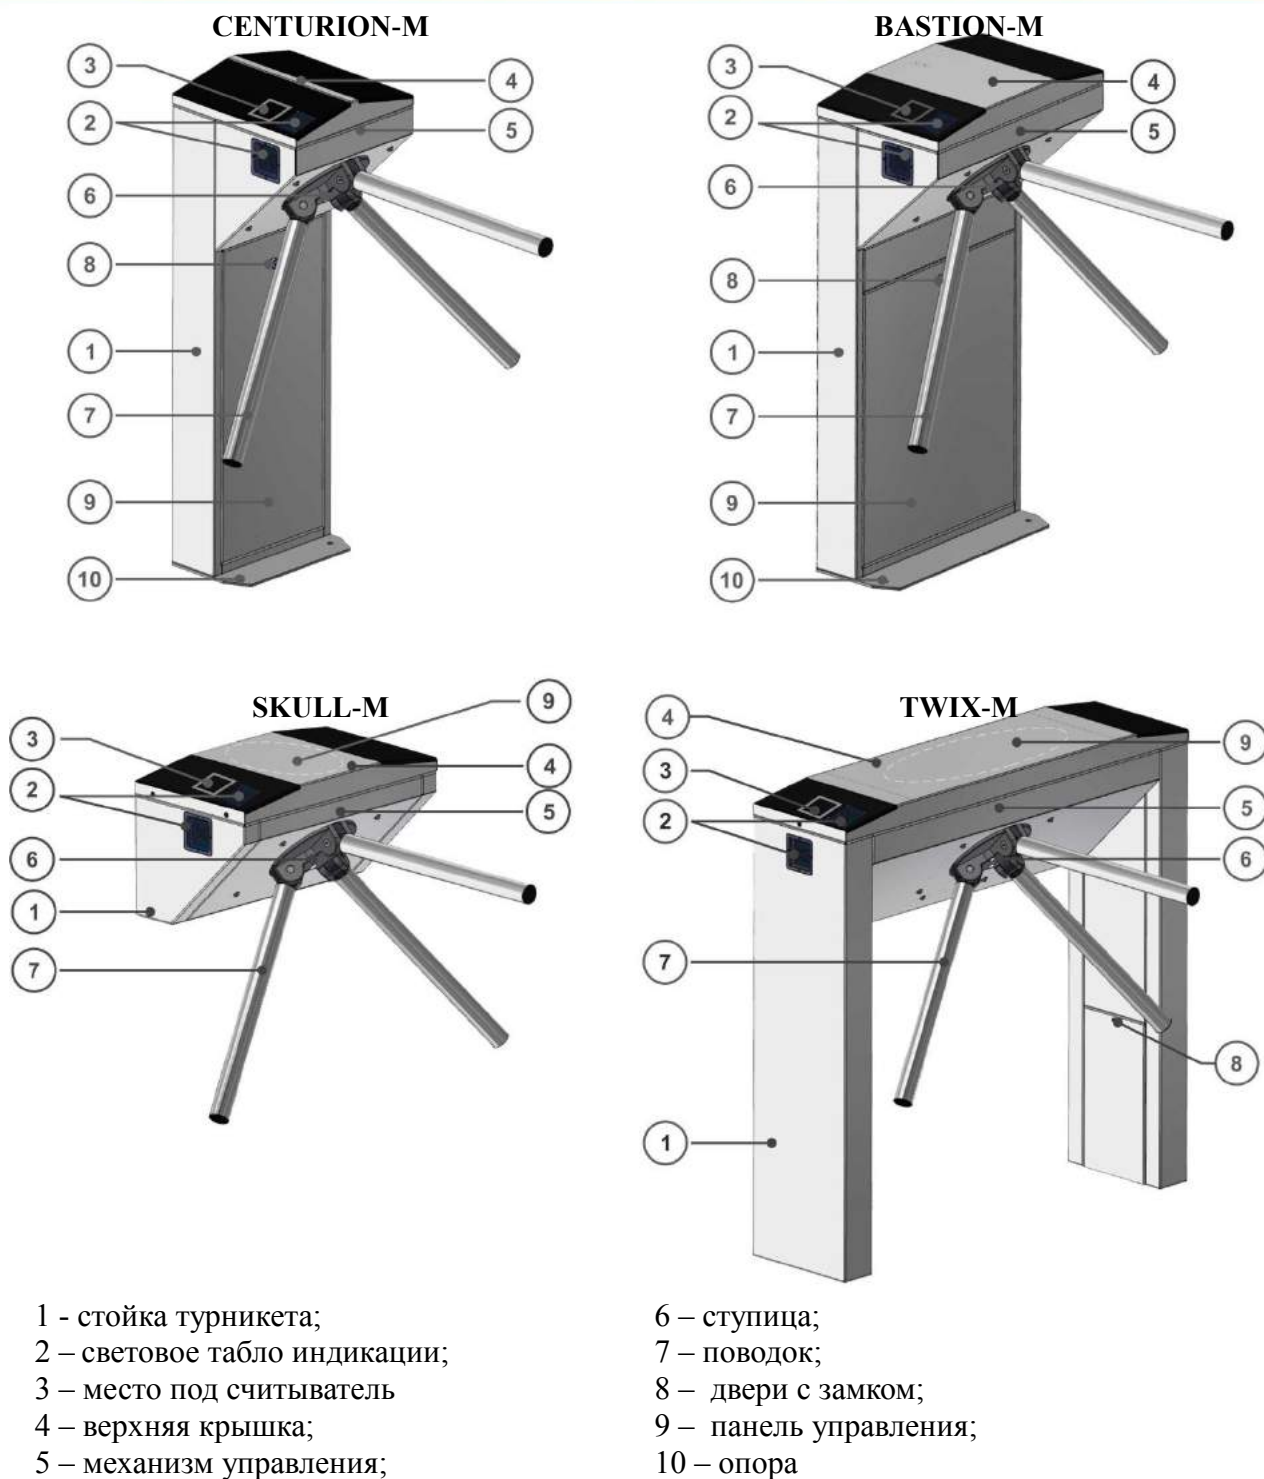
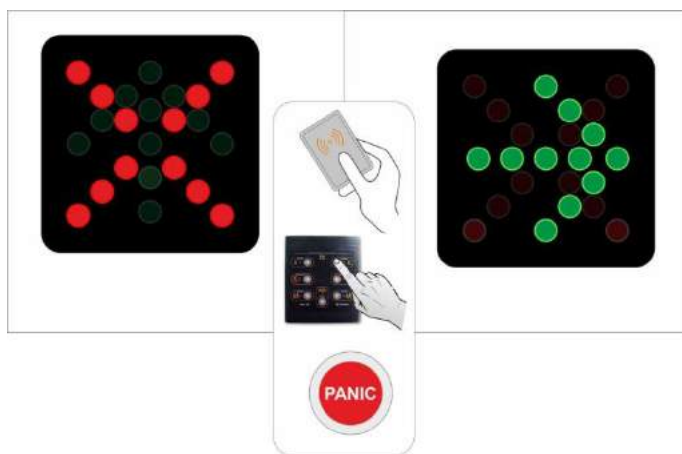

Рис. 1 – Общий вид турникета
Рис. 4 - Отображения статуса работы турникета на табло индикации
1.3.1 Конструкция турникета полуростового с сервоприводом представлена следующими основными устройствами и элементами (см.рис.1):
1.4.1.1 Корпус турникета представляет собой металлическую конструкцию, которая своей опорой **10** (см. *Рис.1*) монтируется на ровную поверхность с помощью анкеров Redibolt. Статус турникета отображают платы индикации **2**, вмонтированные в корпус изделия. Постоянно светящаяся красная индикация означает исходное состояние турникета (см. *Рис.4*): проход через турникет заблокирован в обе стороны.
1.4.1.2 В верхней части корпуса смонтирован механизм управления **5** (см. *Рис.1*). На валу механизма управления установлена ступица **6** с поводками **7**, которые прочно закреплены на ее рычаги методом опрессовки. Один из трех поводков располагается горизонтально, перекрывая проход через турникет.
1.4.1.3 Внутри стойки турникета **1** (см. *Рис.1*), под съемными дверьми **8** (для турникетов CENTURION-M и BASTION-M) или съёмной крышкой **4** (для турникетов TWIX-M и SKULL-M), крепятся панели, на которых установлены блок питания, контроллеры, клеммные колодки подключения к сети 230 В и к пульта управления. Контроллер управляет двигателем турникета, анализируя сигналы от датчиков скорости и положения, кроме того обеспечивают защиту двигателя от перегрузок. Получая команды управления от внешних устройств (пульт управления, СКУД и т.д.), контроллер управляет индикацией и формирует сигналы обратной связи для СКУД (системы контроля и управления доступом).